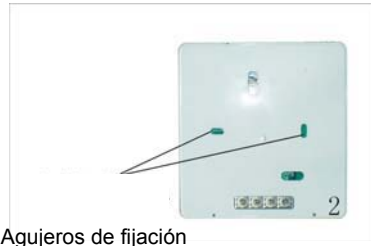

Imagen 2
- ▶ Fije el panel trasero con un tornillo en la pared, aprovechando los agujeros de la carcasa, ver imagen 2